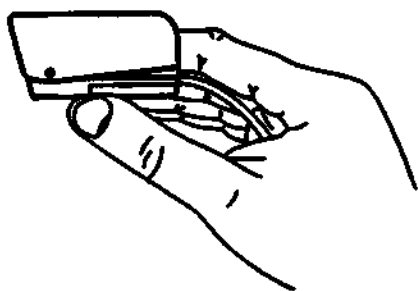

Рисунок 9.10
- Наденьте датчик на палец так, чтобы палец в датчике доходил до упора и рисунок ногтя на одной из сторон датчика совпадал с расположением ногтя в датчике (рис. 9.10). При этом источник света будет направлен на ноготь.